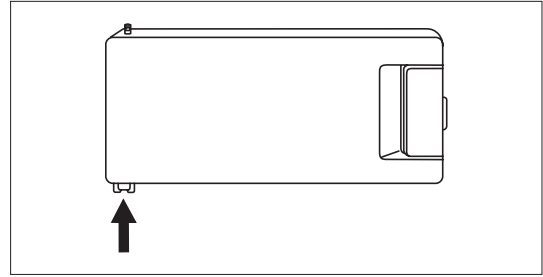

Abb. 7
- Gefrierfachtür um 180° drehen und wieder einsetzen. (Bild 7).